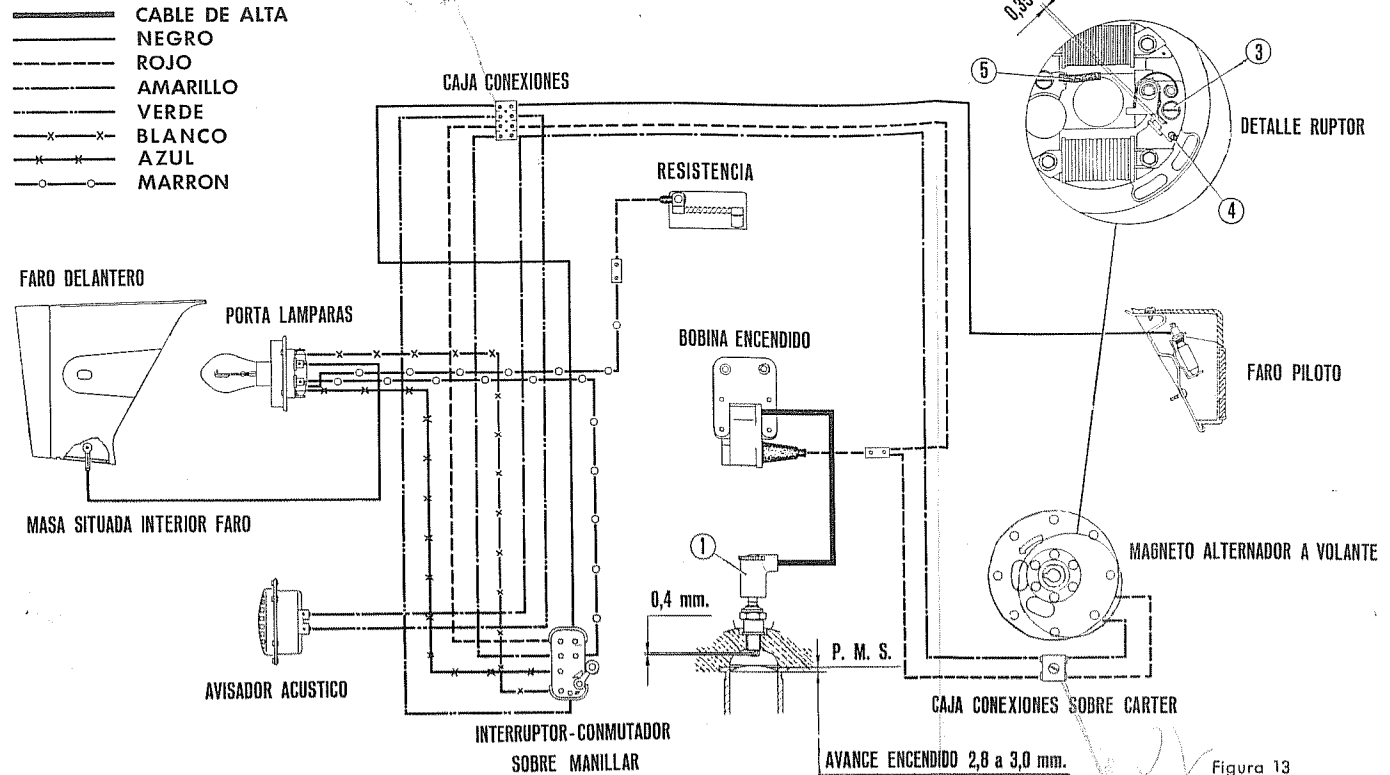

Figura 13
Comprobar la distancia entre los electrodos (0,4) (ver 1 de la figura 13); si ésta no se cumple, reajustar doblando el electrodo de masa.
- A través de las ventanas del volante se ve el conjunto ruptor (ver figura 13). La superficie de los contactos debe ser plana y limpia, sin oxidaciones. De no ser así, arréglese con una lima de corte finísimo (es contraproducente emplear papel de lija).
Con el ruptor y el émbolo ya a la vista, girando el volante en el sentido del funcionamiento (se puede precisar dicho sentido accionando la palanca de puesta en marcha), encontrar el punto en que empiezan a abrir los contactos del ruptor. Esta operación se efectúa en la práctica introduciendo un papel de fumar entre dichos contactos, y haciendo girar el volante lentamente hasta que la ligera tensión que se hace con los dedos lo desprenda, ésta es la posición del encendido, observar la distancia a que queda el émbolo del punto muerto superior; si está bien reglado debe ser de 2,8 a 3 mm. (ver 6 de la figura 13).
El elemento transparente de color rojo va montado en el guardabarros trasero por medio de un tornillo (figura 13). Sacándolo quedará al descubierto la lámpara fijada por los mismos contactos, que son en forma de lengüeta y hacen de retensor de la misma. El tipo de lámpara adecuada lo hallará en el cuadro siguiente: